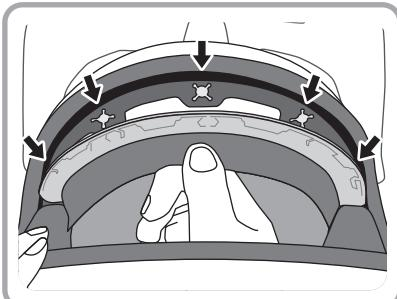

Fig. 1
Tenere il guanciale in modo saldo, sganciare i tre automatici sul lato posteriore ed estrarlo dalla parte anteriore per rimuoverlo (Fig. 1).
1. Sganciare gli automatici nell'area della fronte dal casco tirando verso il basso. (Fig. 1)
1. Consultare la (Fig.1) per distinguere l'esterno dall'interno.